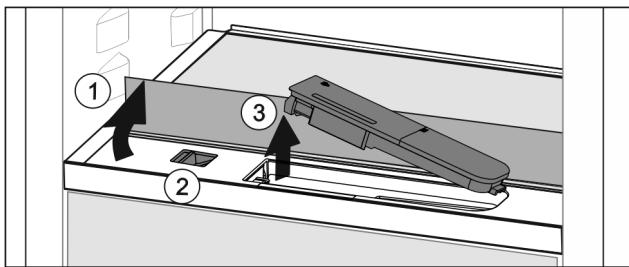

Fig. 74
- Ridicați placa de sticlă și rabatați înapoi până la opritor Fig. 74 (1).
- Împingeți zăvorul Fig. 74 (2) spre stânga.
- Scoaterea rezervorului de apă Fig. 74 (3).